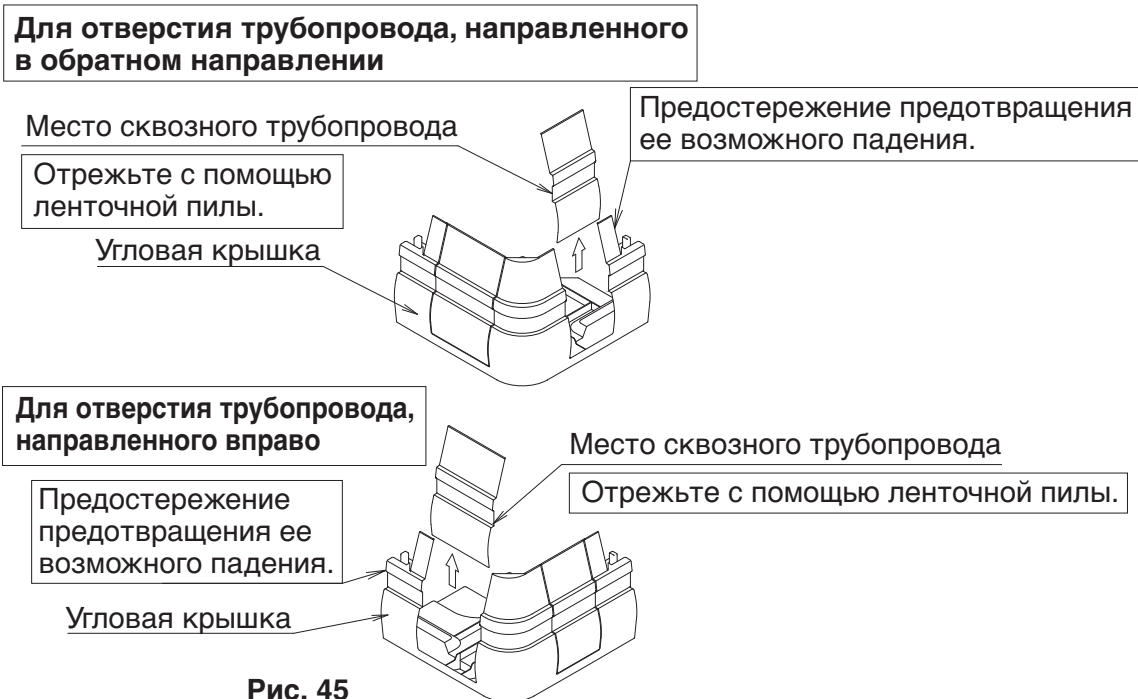

Рис. 45
- Для трубопровода, направленного в обратном направлении и вправо, отрежьте угловую крышку, как показано на **Рис. 45** и снимите ее.